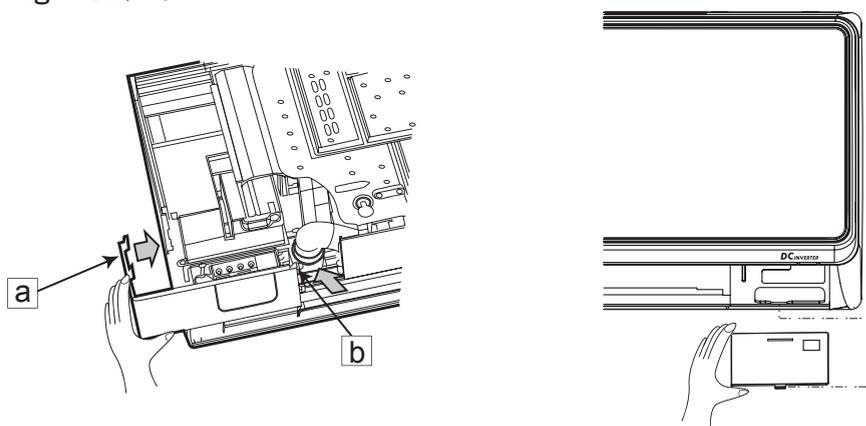

图14
(1) 风室下盖板拆去顺序
用手将面框右下角风室下盖板 ①、② 处的钩子沿箭头方向拉，将风室下盖板取出。（如图14）
(2) 电线连接顺序
- 用向上的力推出接受窗下部卡扣，取下接受窗。（如图14）